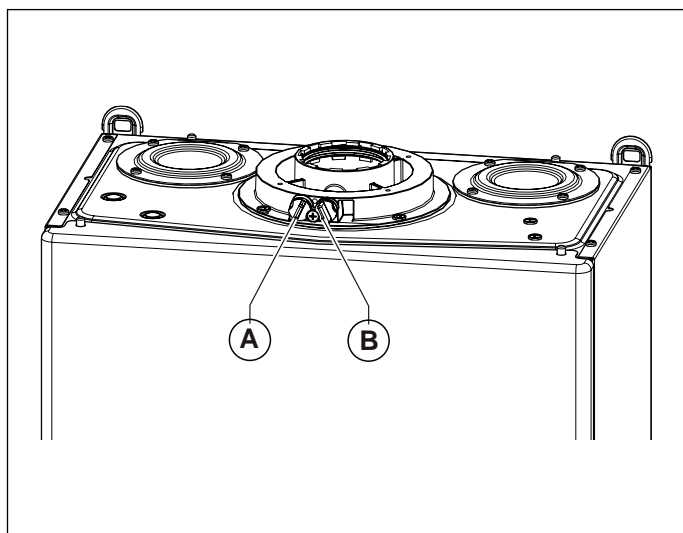
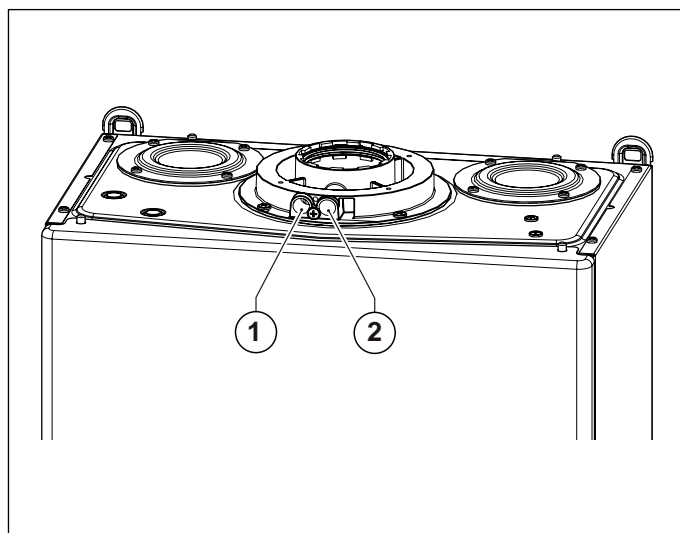

Рис. 17 Положение заглушек
Рис. 18 Положение отверстий
На котле имеется патрубок для подключения к системе воздухозабора/дымоотвода (смотри Рис. 17 Положение заглушек и Рис. 18 Положение отверстий).
В патрубке предусмотрены два отверстия для прямого доступа к воздуху, необходимого для горения, и к дымовым газам (смотри Рис. 18 Положение отверстий).
Для проведения измерений необходимо снять заглушки **A** и **B** с отверстий на патрубке (смотри Рис. 17 Положение заглушек).
- замер температуры воздуха, необходимого для горения, в соответствующем отверстии **1** (смотри Рис. 18 Положение отверстий).
- замер температуры дымовых газов и содержания CO₂ в соответствующем отверстии **2** (смотри Рис. 18 Положение отверстий).